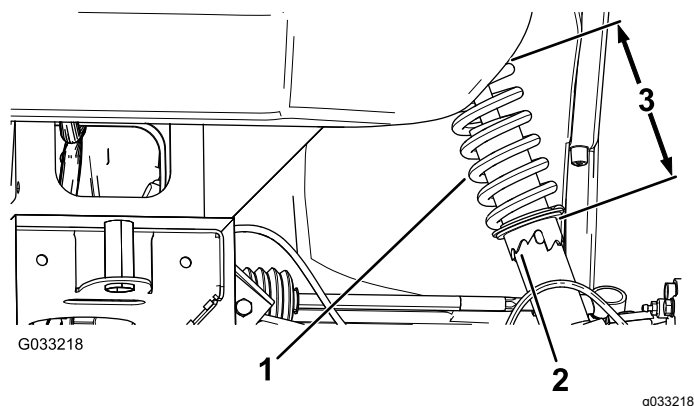

Figura 53
2. Si la caída de la rueda está mal, utilice la llave de gancho para girar el collarín del amortiguador para alinear la rueda (Figura 53).